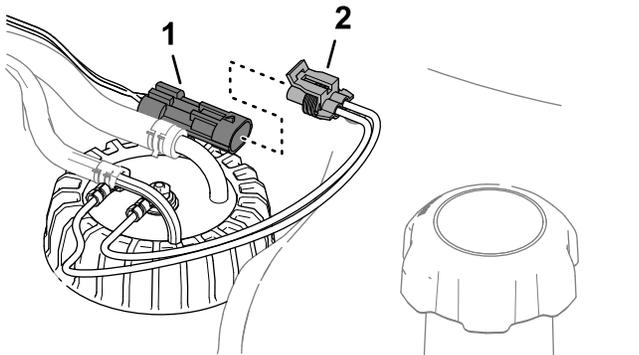

Рисунок 93
- 6. Подсоедините разъем жгута проводов датчика уровня топлива к разъему жгута проводов машины (Рисунок 93).